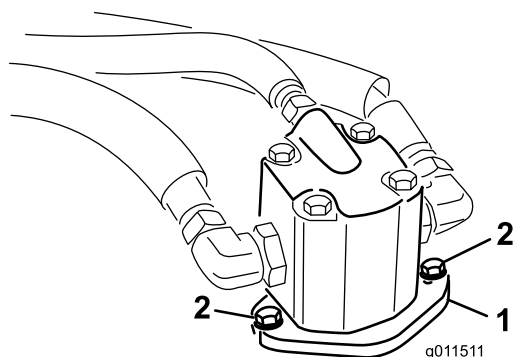

Figura 1
2. Retire los pernos que sujetan los motores hidráulicos a la carcasa (Figura 1). Retire los motores de la carcasa y colóquelos en una superficie limpia donde no estorben. No dañe los acoplamientos de aluminio.